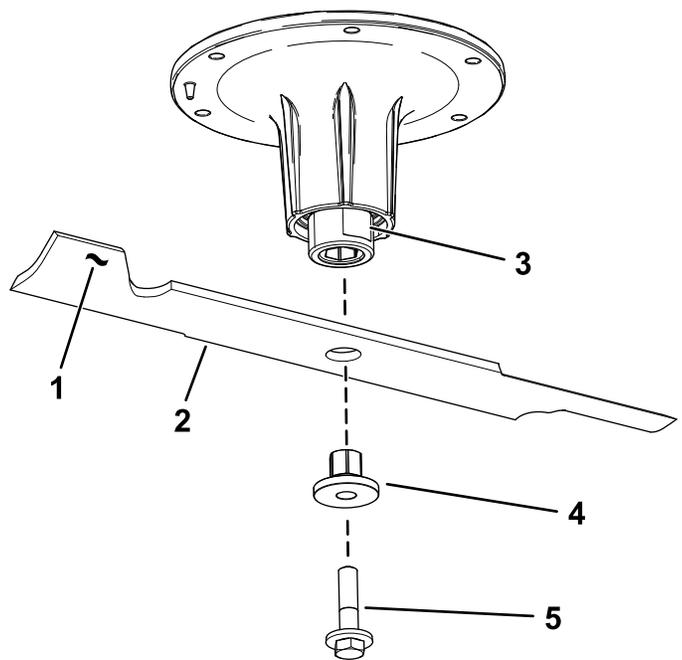

Bild 74
- Entfernen Sie die Messerschraube, Buchse und das Messer von der Spindelwelle (**Bild 74**).